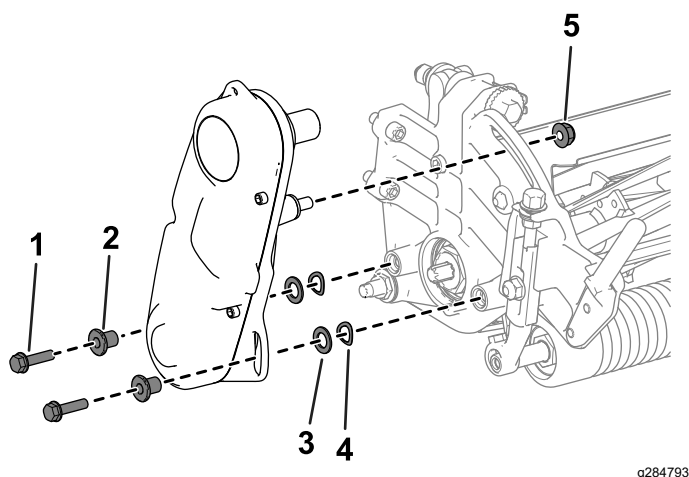

Figura 12
1. Retire los herrajes que fijan el conjunto de la transmisión del molinete a la placa lateral (Figura 12).
2. Retire el conjunto de transmisión del molinete, las arandelas planas, las arandelas elásticas y los espaciadores de la placa lateral (Figura 12).